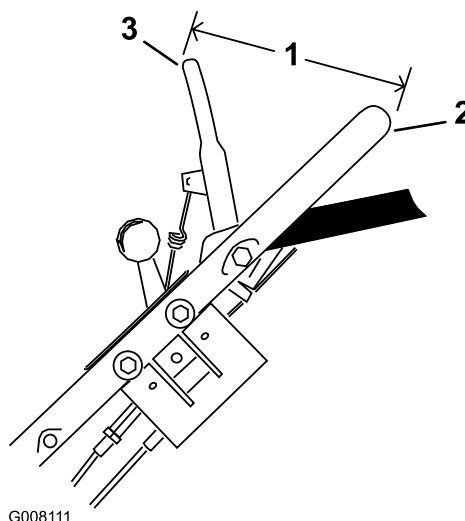

Bild 33
6. Halten Sie den Schaltbügel so, dass die **Außenseite** des Bügels 14 cm von der **Außenseite** des Griffs entfernt ist, und ziehen Sie am Zug, um das Spiel zu entfernen. Die Feder sollte jedoch nicht gespannt sein (Bild 33).